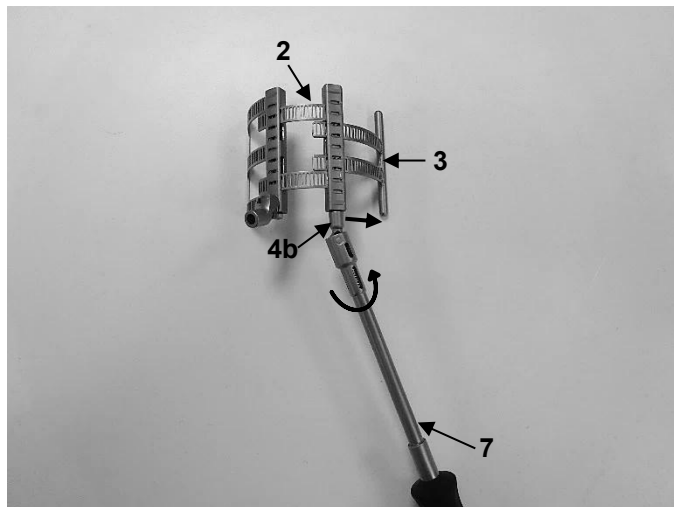

fig. 20
1. Avlägsna först det sekundära elementet (3) från det primära elementet (2) med hjälp av lämplig skruvmejsel (7). För att göra detta vrider du transportmekanismen på primärelementets boxmodul (4b) medurs med hjälp av en lämplig skruvmejsel (7), tills den kan tas bort (fig. 20).